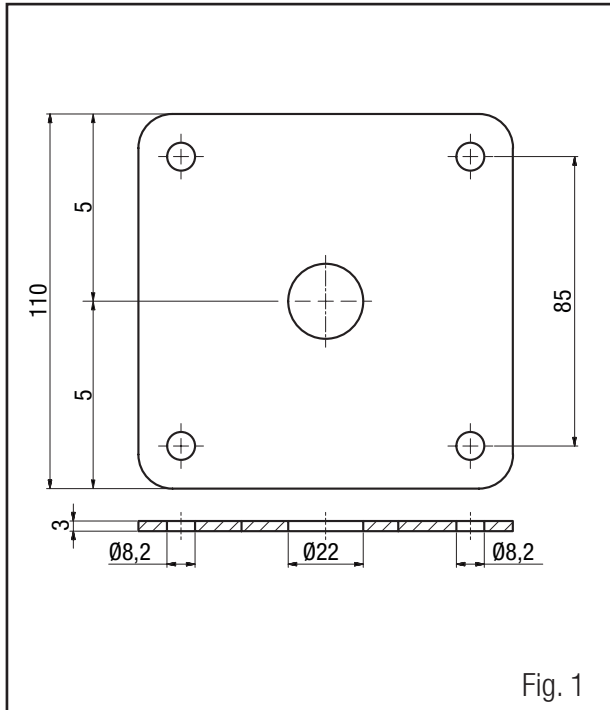

Fig. 1
1. Assemblare la piastra con viti, rondelle e dadi (Fig.1); il dado inferiore deve essere avvitato fino alla fine del filetto.
1. Bauen sie die Platte mit den Schrauben, Beilagscheiben und Muttern zusammen (Bild 1), die untere Mutter muss bis and das Ende des Gewindes geschraubt werden.
1. Assembler la plaque avec des vis, des rondelles et des écrous (Fig. 1); l'écrou inférieur doit être vissé jusqu'à l'extrémité du filetage.
1. Montar la placa con tornillos, arandelas y tuercas (Imagen 1); la tuerca inferior debe ser atornillada hasta el final de la rosca.